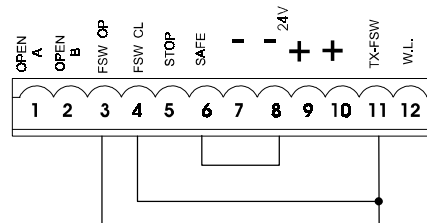

Abb. 26
**Anmerkung:** werden keine Sicherheitsvorrichtungen eingesetzt, so sind die Klemmen zu überbrücken, wie in Abb. 26 angegeben.
**Anmerkung:** werden keine Sicherheitsvorrichtungen beim Öffnungsvorgang angeschlossen, so sind die Eingänge FSW OP und -TX FSW mit Überbrückungsklemmen zu versehen (Abb. 26).
**Anmerkung:** werden keine Sicherheitsvorrichtungen beim Schließvorgang angeschlossen, so sind die Klemmen FSW CL und -TX FSW mit Überbrückungsklemmen zu versehen (Abb. 26).
**Anmerkung: werden keine Sicherheitsvorrichtungen Leiste angeschlossen, so sind die Eingänge SAFE und - zu überbrücken** (Abb. 26).